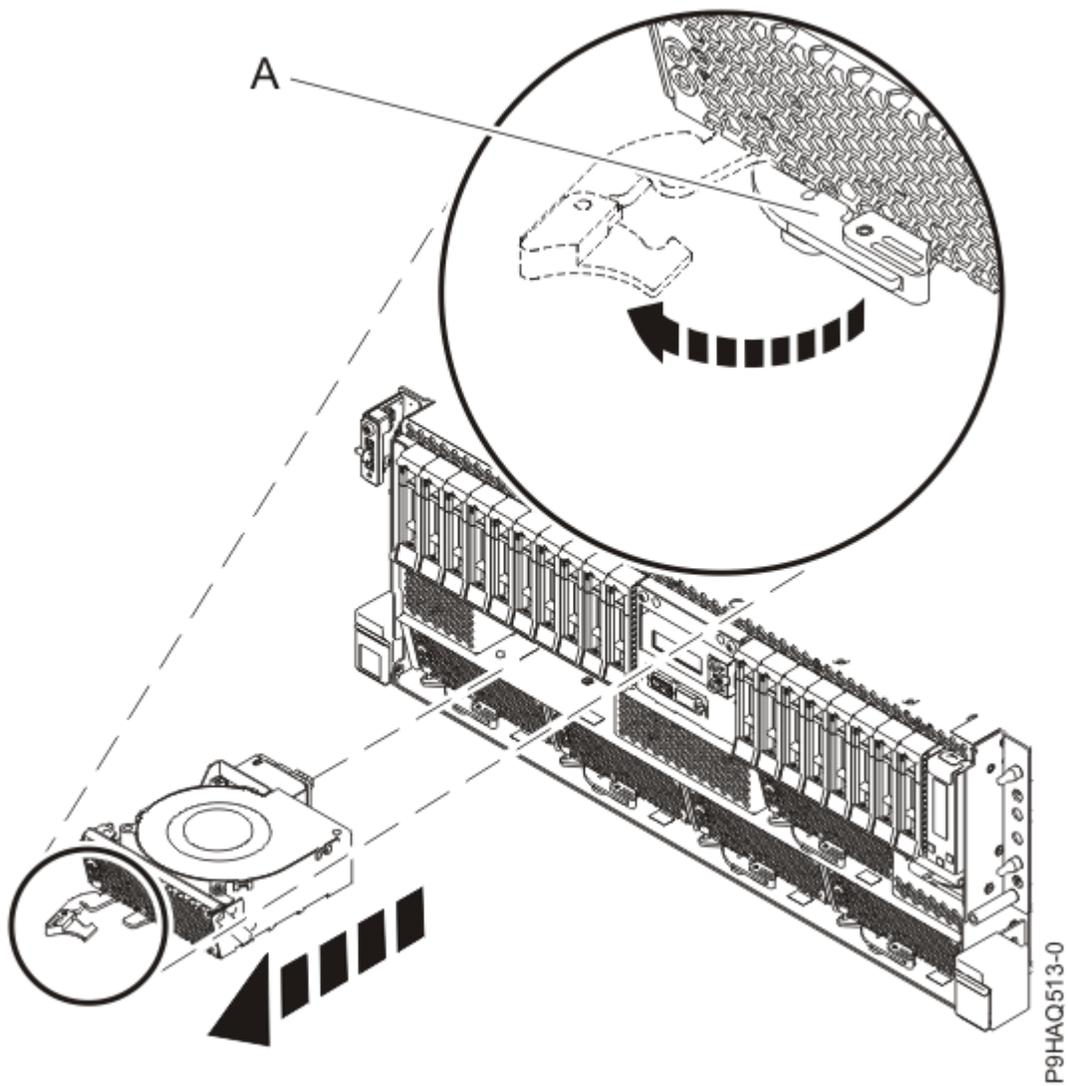

Abbildung 24. Lüfter aus dem System ausbauen
- a) Legen Sie den Daumen auf die Vorderseite der Verriegelung (**(A)** in Abbildung 24 auf Seite 30) und legen Sie den Zeigefinger auf die Rückseite der Verriegelung.
- c) Drehen Sie den Griff in die Richtung, die in Abbildung 24 auf Seite 30 dargestellt ist, um den Lüfter aus seiner Position zu entriegeln.
- d) Halten Sie den Griff, stützen Sie gleichzeitig die Unterseite des Lüfters mit der Hand ab und ziehen Sie den Lüfter aus seiner Position heraus (siehe Abbildung 24 auf Seite 30).